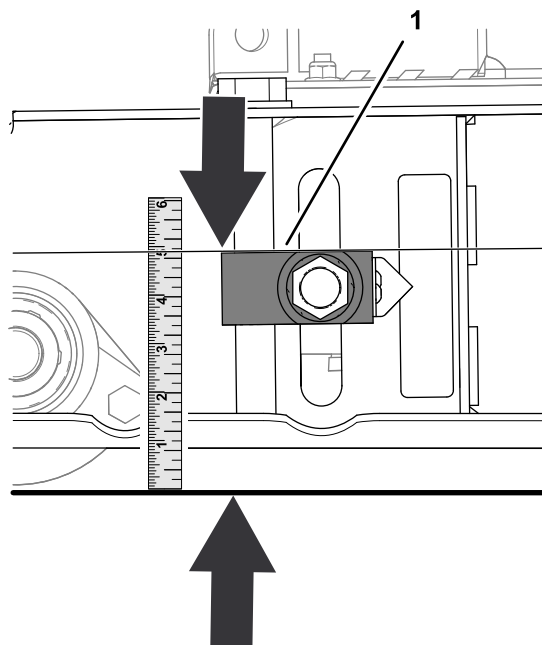

Figure 75
- Mesurez la distance entre le haut du bloc de réglage et le sol (Figure 75).